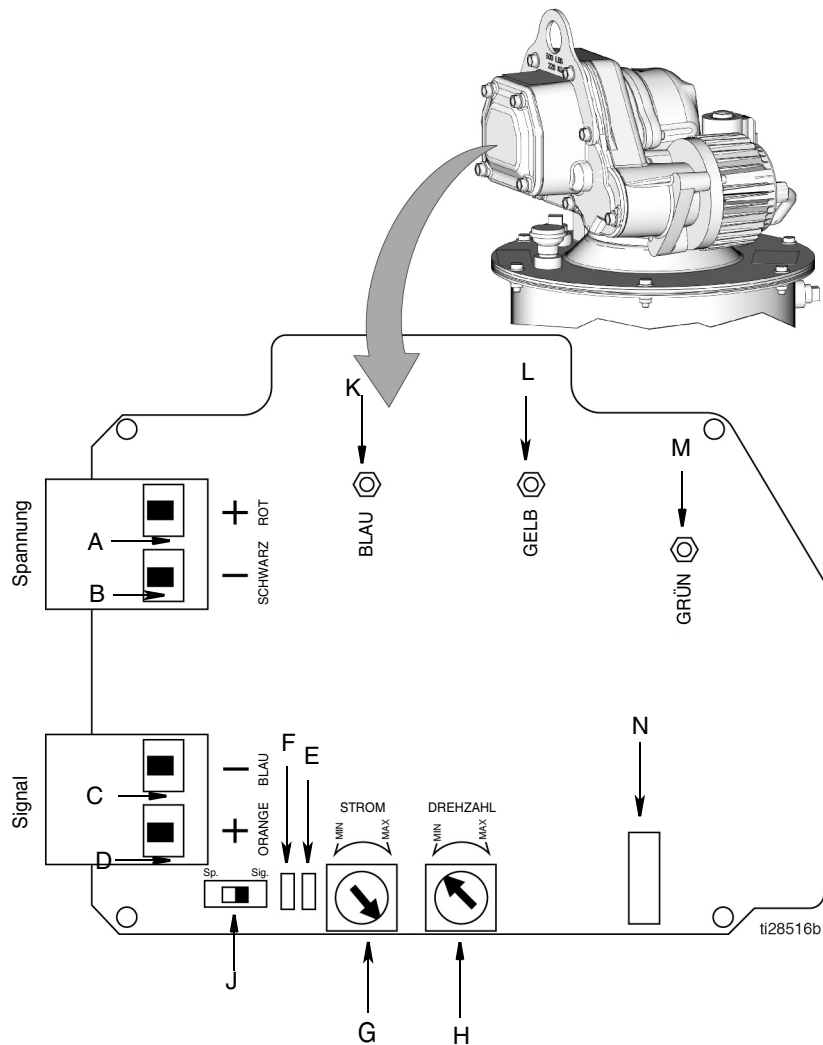

ABB. 9
- Wenn der Pumpensteuerschalter (J, ABB. 9 Seite 11) auf Signalmodus eingestellt ist, läuft der Motor/die Pumpe, wenn an den Signal- und Stromanschlüssen Spannung angelegt wird.
- Wenn der Pumpensteuerschalter (J, ABB. 9 Seite 11) auf Strommodus eingestellt ist, läuft der Motor/die Pumpe, wenn an den Stromanschlüssen Spannung angelegt wird. Die Signalanschlüsse benötigen keine Spannung.